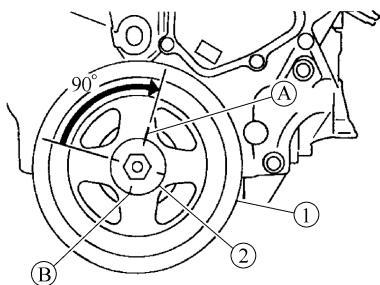

图 3-18 安装曲轴带轮
14) 如图 3-18 所示安装曲轴带轮:
④ 在曲轴带轮(1)上作一个油漆标记(A), 它与曲轴带轮螺栓(2)的角标记(B)对齐。拧紧螺栓 90° (角度拧紧), 如图 3-18 所示。